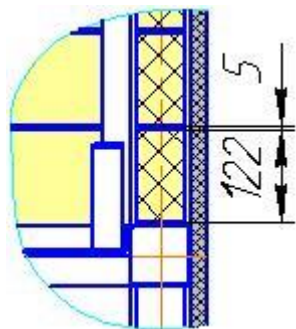

Рис. 6. Кладка вертикальных стенок кирпича
4. Выполнить кирпичную кладку на вертикальных боковых и задней стенках гриля (рис.6). Кладку выполнить на огнеупорной смеси с толщиной около 3...5 мм в семь кирпичей до полного заполнения ручья под его установку. В противном случае придется резать кирпич для обеспечения полного заполнения ручья. Кирпич в ручьи заводится сверху через окна. Кирпич необходимо прижимать к дальней вертикальной стенке, т.к. на следующем этапе